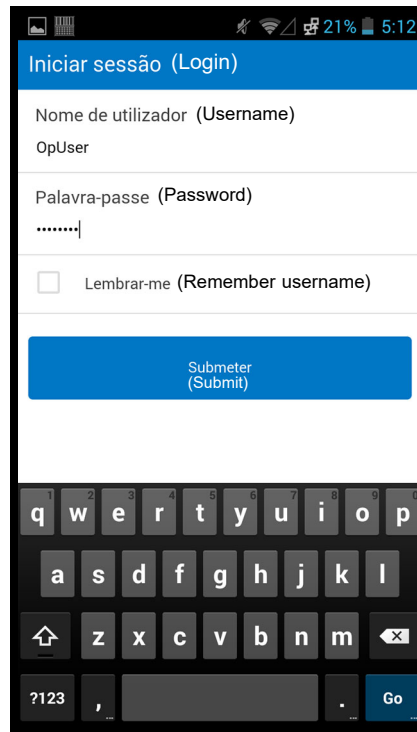
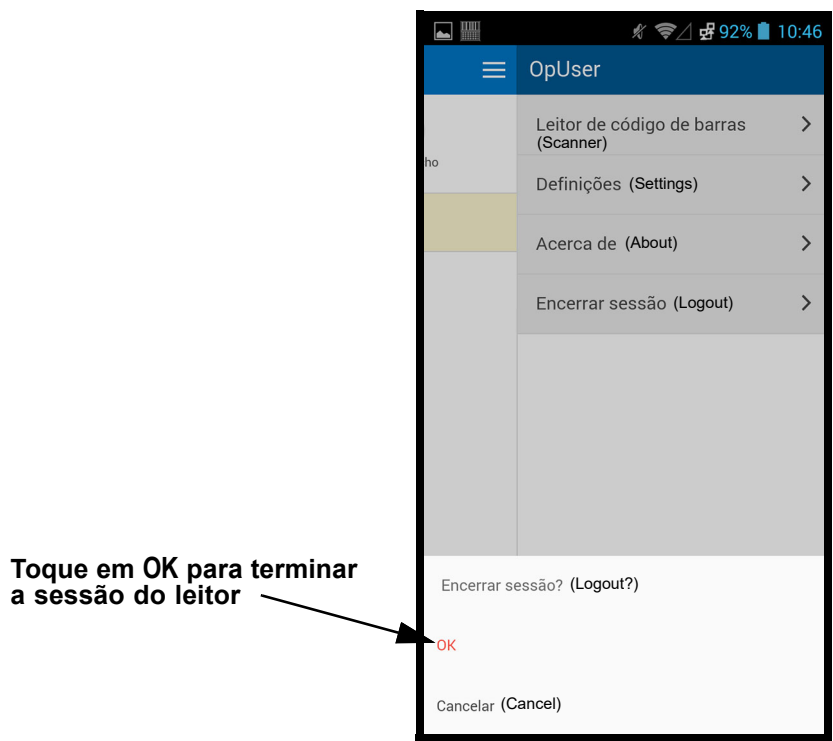

Figura 5-190. Ecrã de início de sessão do leitor Cepheid Link
Figura 5-201. Caixa de diálogo Logout (Encerrar sessão) do leitor Cepheid Link
3. Estabeleça ligação ao leitor do Cepheid Link utilizando o nome de utilizador e a palavra-passe que lhe foram atribuídos (consulte Figura 5-190). Será visualizado o ecrã Scan Sample (Ler amostra). Ver Figura 5-191.
11. No menu do leitor, toque em **Logout (Encerrar sessão)**. A caixa de diálogo de fim de sessão será visualizada ao fundo do ecrã. Ver Figura 5-201.
12. Na caixa de diálogo de fim de sessão, toque em **OK** para desativar o leitor (ver Figura 5-201). Será visualizado o ecrã Login (Início de sessão) do leitor. Ver Figura 5-190.